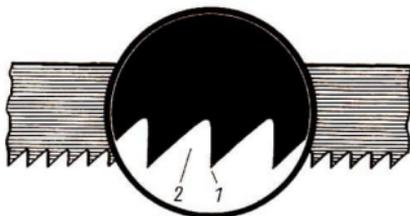

Bild 14 Sägeblatt
Die **Sägeblätter** bestehen aus hochwertigem Werkzeugstahl. Ihre **Zähne** (Bild 14) sind keilförmig. Am Sägezahn erkennen wir die **Zahnspitze** mit der **Schneide** (1). Der Abstand zwischen den Zähnen wird als **Spanraum** (2) bezeichnet.